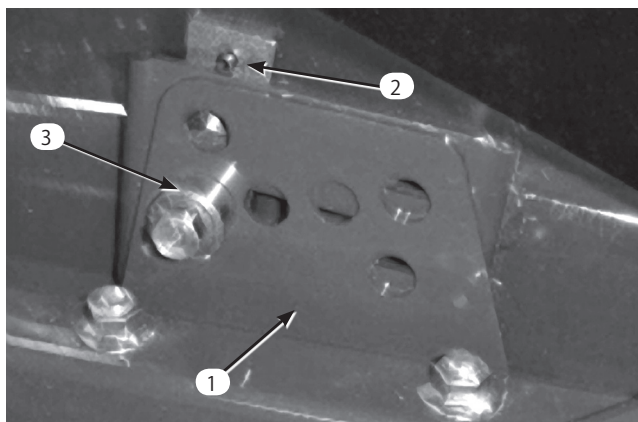

図2
2. 各刈り高ブラケットを刈り高プレート（前と右と左）に固定しているキャップスクリューをゆるめる（図2）。
4. チェンバを支えておきながらスペーサ（図2）を取り外す。